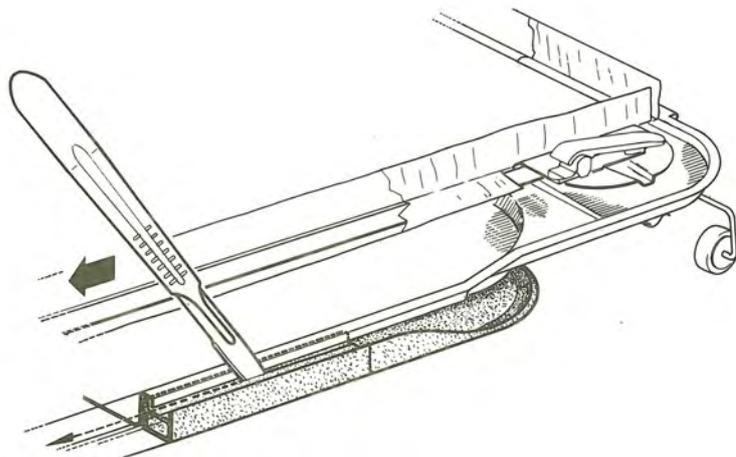

Abb. 1
- b) Das Schiebedach ausbauen und die Dichtung aufschneiden um die Reibung zwischen Dichtung und der Dachhaut zu vermindern (s. Abb. 1)